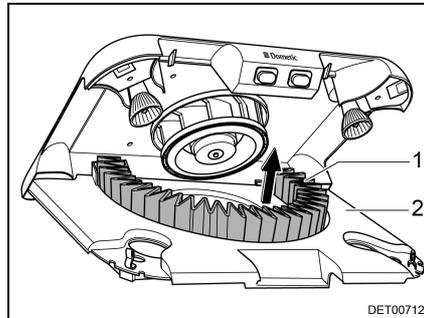

Fig. 117 Remplacer le filtre à charbon actif
- Retirer le filtre à charbon actif (Fig. 117,1) de son support par le haut.
- Pivoter le support à filtre (Fig. 117,2) vers le haut jusqu'à ce qu'il s'encastre.